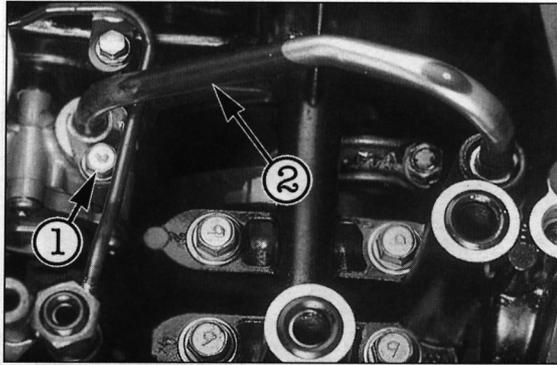

Bild 216
- Ölleitung nach Ausdrehen der Befestigungsschraube abnehmen (Bild 216).